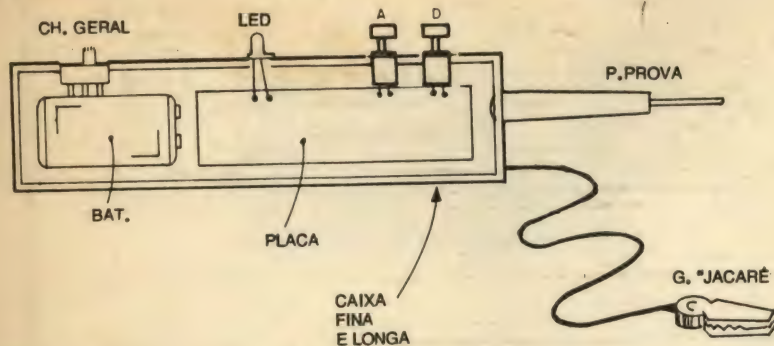

Fig.5
- **FIG. 5 - ACOMODANDO AS "COISAS" NA CAIXA DO MIARD**... - Usando-se o **container** longo e estreito, recomendado na LISTA DE PEÇAS, item OPCIONAIS/DIVERSOS, as "coisas" devem ser "enfiadas lá dentro" conforme sugere o diagrama, de modo a proporcionar uma boa acomodação, alta compactação e bom "equilíbrio" de peso na peça final... Convém "calçar" os eventuais espaços "sobrantes", dentro da caixinha, com pedaços de isopor ou espuma de **nylon**, de modo que nada fique "jogando" no